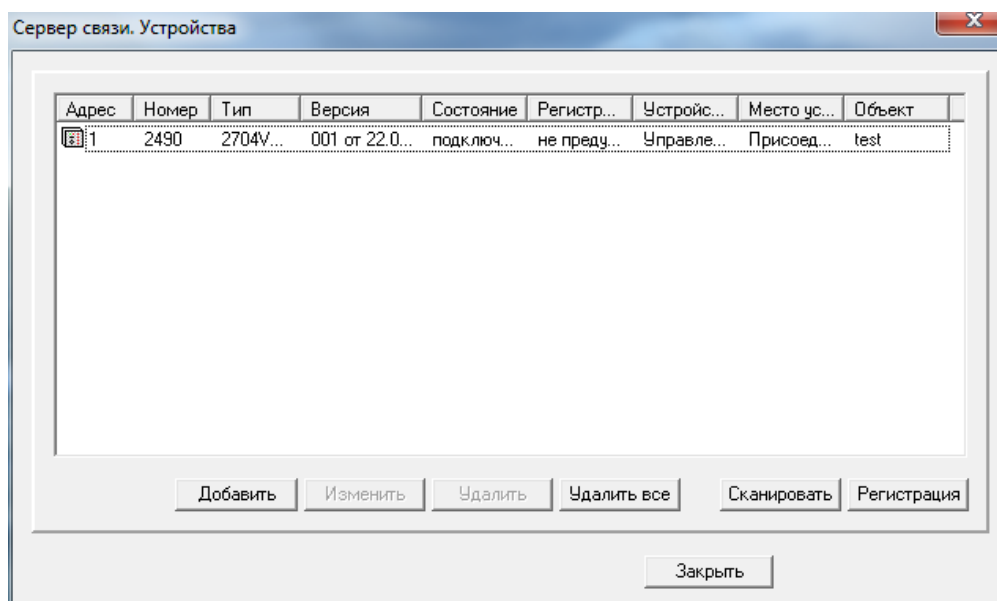

Рисунок 6.124
- выполнить запуск и настройку программы Сервер связи из состава EKRA Foundation для работы с имеющимися терминалами БЭ2704 и БЭ2502 (рисунок 6.124);